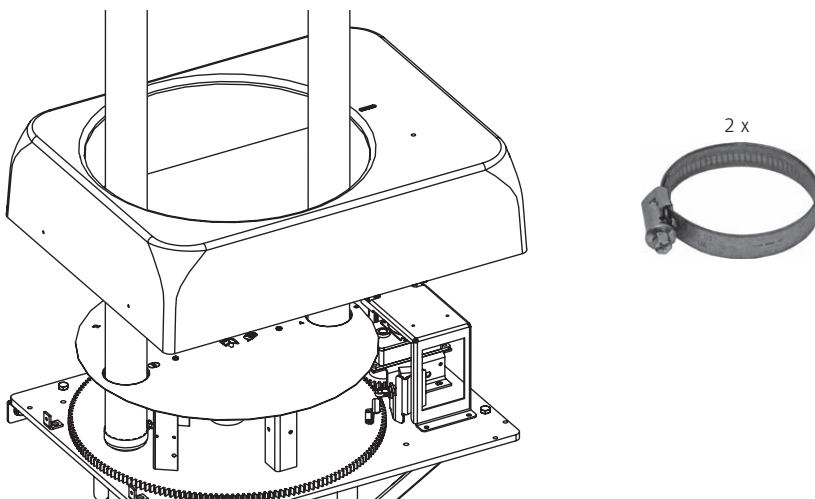

Fig. 30 Raccordement du tuyau d'arrivée et de retour d'air
- ▶ Entrer le tuyau d'arrivée et de retour d'air (A, B) par le capot de recouvrement, connecter le tuyau d'arrivée au raccord A et le tuyau de retour au raccord B de l'unité de commutation, puis les fixer avec un collier – Fig. 30.